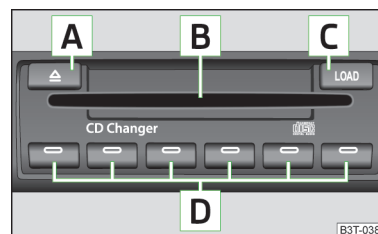

Fig. 132
► Pulse la tecla **C** » fig. 132 e introduzca el CD (Compact Disk) en la cavidad para CD **B**.
► Mantenga la tecla [C] » fig. 132 pulsada durante más de 2 segundos e introduzca todos los CD, uno tras otro (máximo 6 CD), en la cavidad para CD [B].
► Pulse ligeramente la tecla [C] » fig. 132.
► Pulsar ligeramente la tecla [A] » fig. 132 para expulsar un CD.
► Para expulsar los CDs, mantener la tecla [A] » fig. 132 pulsada durante más de 2 seg.
- Introduzca un CD, con la cara impresa hacia arriba, en la cavidad para CD [B] » fig. 132 hasta que se introduzca del todo automáticamente. La reproducción se inicia automáticamente.